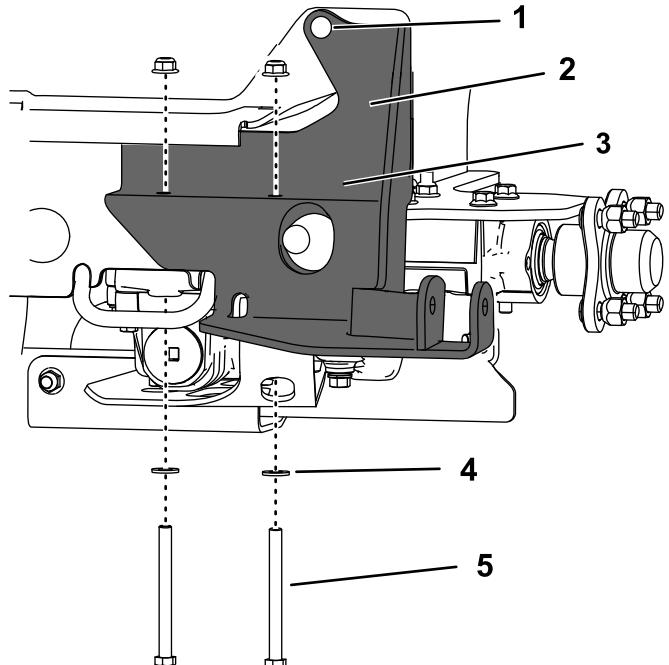

図 10
- 6. 下側ブラケットをトランスマッisionに取り付ける先ほど外したナット2個、平ワッシャ2枚、ボルト $\frac{3}{8}$ " x 4"2本を使用して図 10 のように取り付ける。